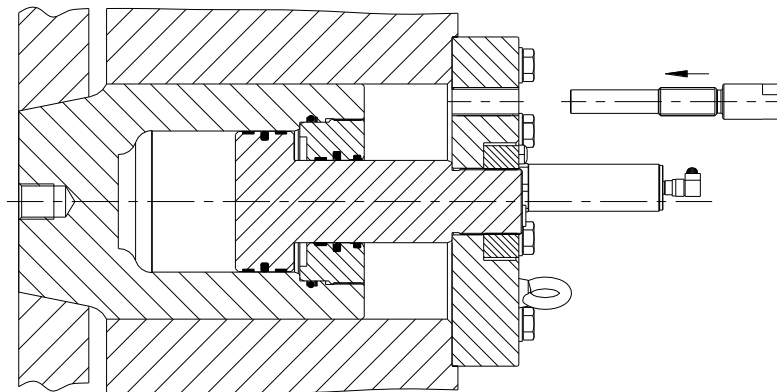

Bild 13: Sicherung des KTR-STOP® RL
- Schrauben Sie den Sicherungsbolzen (Bauteil 19) bis zum Anschlag in den Anschlussflansch (Bauteil 9) ein (siehe Bild 13).